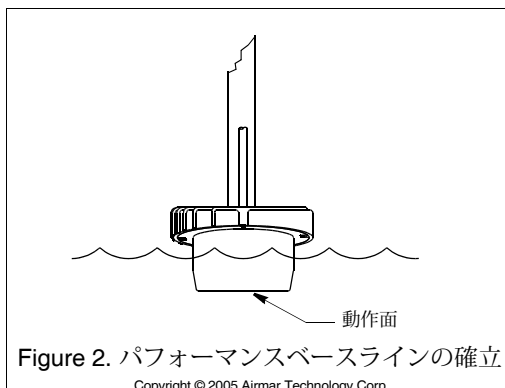

Figure 2. パフォーマンスベースラインの確立
3. トランスデューサーをケーブル側を上にしてボールにテープで固定します。活動面が完全に水面に平行になるように、ボートの側面を支えてください (図2)。